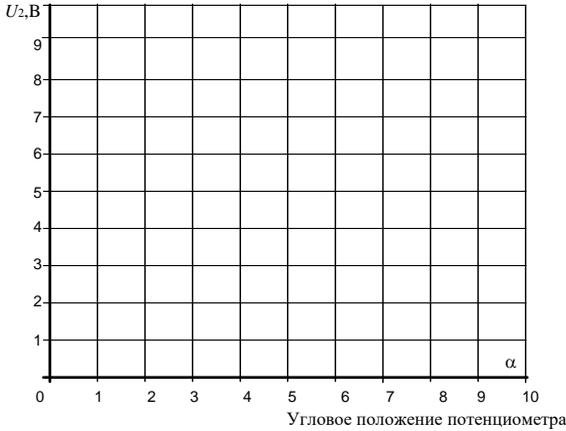

Рисунок 10
4.2. Перенесите значения напряжения  $U_2$  на график (рис.10) для построения кривой  $U_2 = f(\alpha)$ .